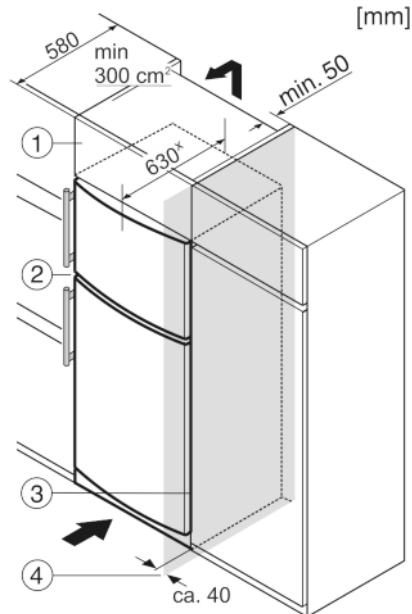

Fig. 9
L'apparecchio può essere incassato nell'arredamento per la cucina. Per adattare l'apparecchio Fig. 9 (2) all'altezza della cucina componibile, è possibile applicare sopra l'apparecchio un adeguato mobile da appoggio Fig. 9 (1).
Si la cucina posee armarios (profundidad máx. 580 mm), el aparato se puede colocar directamente junto al armario de cocina Fig. 9 (3). El aparato sobresale 34 mm\* por los lados y 50 mm\* en el centro del aparato respecto al frente del armario de cocina.
Se l'apparecchio con cerniere viene installato accanto ad una parete Fig. 9 (4), la distanza minima fra l'apparecchio e la parete deve essere almeno di 40 mm, che corrisponde alla sporgenza della maniglia con la porta aperta.